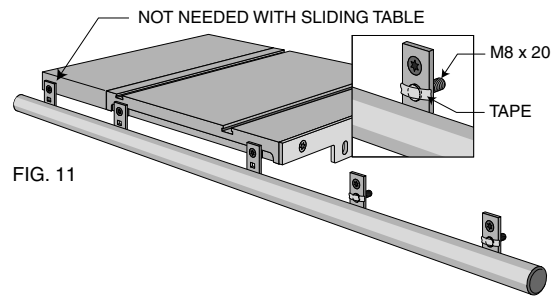

FIG. 11
*Dos de los soportes del riel delantero se unirán a la mesa del Sistema de Rieles de 52" y necesitarán un perno M8 x 20 de carruaje a través del orificio cuadrado (Fig. 11). (Si también está agregando un accesorio deslizante, agregue pernos M8 de carruaje a los soportes del riel delantero que se unen a la mesa de la sierra). Puede ser útil sostener los pernos de carruaje con tiras de cinta.